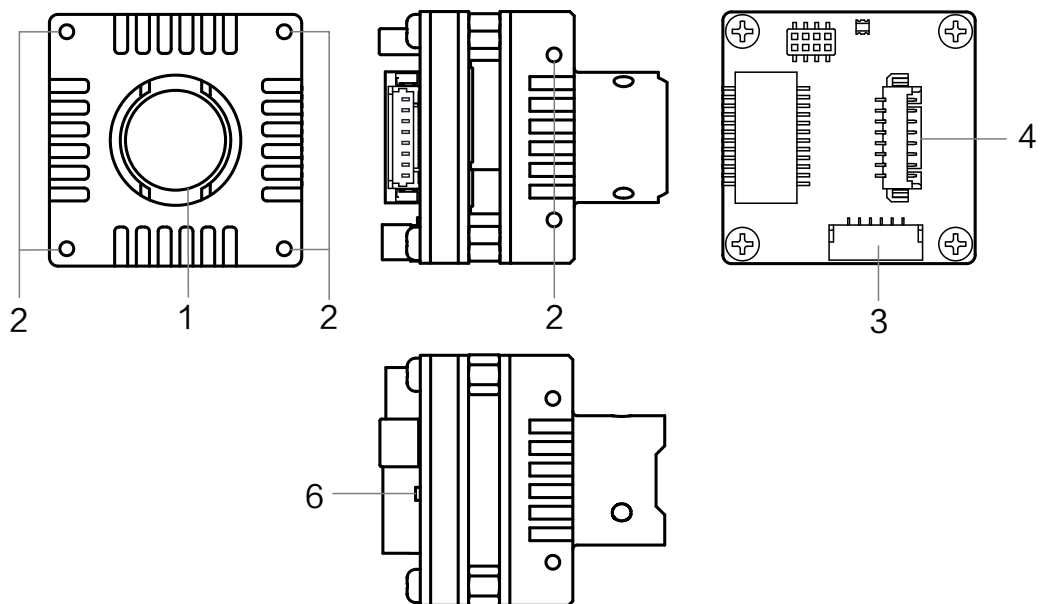

图1-3 M12 口前盖, WTB 网口相机外观
- 图 1-3 为 M12 口前盖，WTB 网口结构的相机外观。